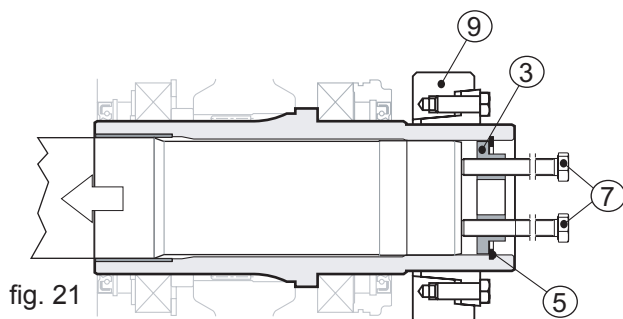

fig. 21
Inserire nei due fori filettati presenti sul fondello (pos. 3) n° 2 viti (pos. 7), avvitarle fino ad appoggiarle all'albero della macchina (pos. 1), quindi continuare ad avvitarle in modo alternato, facendo al massimo un giro per volta (vedi fig. 21).